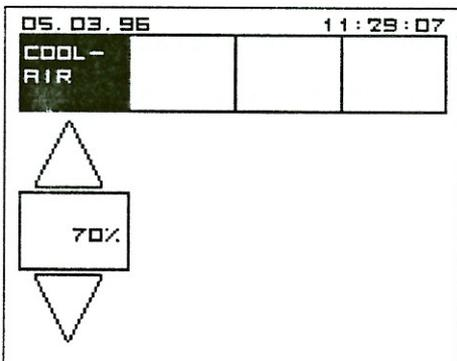

Figure 19. Air de refroidissement du moteur 2.
- 3) Régler en A2 et en A4 (Figure 19).